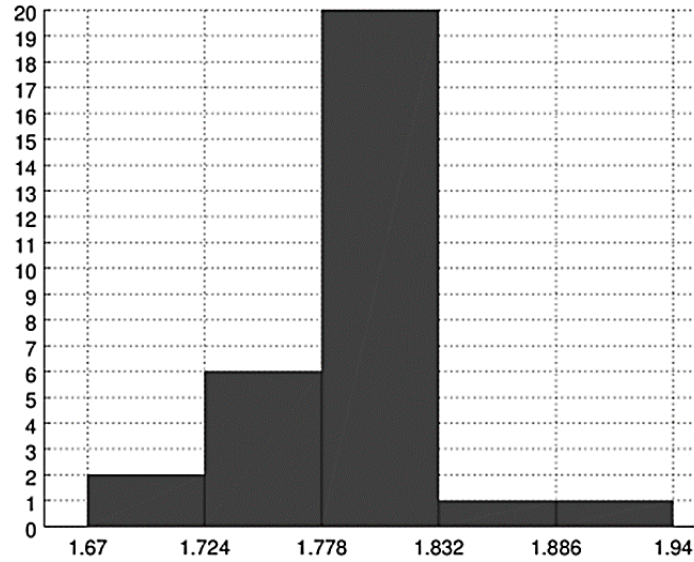

Figura 1. Histograma de las alturas de los estudiantes
Paso 4. Realizar la gráfica de la tabla construida, en el eje de las abscisas se colocan los intervalos y en el eje de las ordenadas las frecuencias correspondientes (Figura 1).